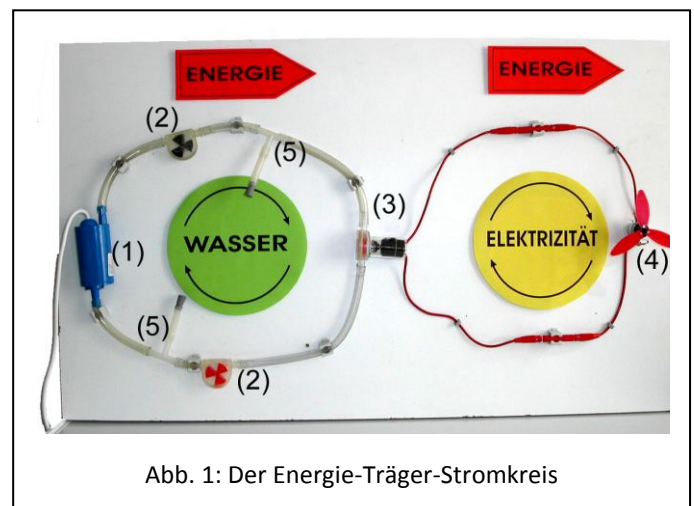

Abb. 1: Der Energie-Träger-Stromkreis
Energie strömt nie allein, bzw. wird nie allein ausgetauscht, sondern immer mit einer zweiten physikalischen Größe zusammen. Diese zweite Größe kennzeichnet die „äußere Erscheinungsform“ des Energietransports. Um die Energie klar von den begleitenden Größen zu unterscheiden, wurde der in Abbildung 1 dargestellte Versuchsaufbau (108.0700) entwickelt, durch den die Schülerinnen und Schüler diesen Unterschied bildhaft erleben können: Eine mit einem Netzgerät verbundene Pumpe (1) treibt Wasser an, das Wasser einen „Wassergenerator“ (3) und dieser einen elektrischer „Lüfter“ (4). Da ein Propeller zum Antrieb Energie benötigt, kann der „Weg“ der Energie zurückverfolgt werden: sie kommt vom „Wassergenerator“, von der Pumpe, vom Netzgerät bzw. von einem Kraftwerk,.... Die Energie ist das, was durch alle Stationen hindurch geht. Dies wird durch die Energiepfeile symbolisiert (Abb. 2). Auf diese Weise wird der „Erhaltungsaspekt“ der Energie betont. Das Wasser und die Elektrizität nehmen dagegen *andere Wege*: sie strömen im Kreis. Deshalb werden zwischen Pumpe und Turbine *zwei* Schläuche, zwischen Generator und Lüfter *zwei* Kabel benötigt. Dass die Energie und die zweite am Energietransport beteiligte physikalische Größe *unterschiedliche Wege* nehmen, ist ein entscheidendes Kriterium, durch das wir die Energie von den sie begleitenden Größen unterscheiden können. Die Tatsache, dass Energie nie alleine strömen kann, sondern immer zusammen mit einer zweiten Größe strömen muss, können wir durch
Fragen wie: „Worin unterscheidet sich eigentlich das Wasser in Abbildung 1 vor und nach dem Wassergenerator?“ „Worin unterscheidet sich die Elektrizität vor und nach dem Lüfter?“ führen zu den Begriffen „Druck  $p$ “ und „elektrisches Potenzial  $\varphi$ “. Beide physikalische Größen haben eine analoge Bedeutung: sie geben an, wie viel Energie von dem jeweiligen Energieträger transportiert wird. Ihre Differenz  $\Delta p$  bzw.  $\Delta\varphi$  gibt an, wie viel Energie in einem System vom Wasser bzw. von der Elektrizität aufgeladen, bzw. abgeladen wird. In der angegebenen Literatur wird ausführlich dargelegt, wie diese im Anfängerunterricht bildhaft eingeführten Konzepte im weiterführenden Unterricht immer weiter geschärft und präzisiert werden können. In Abbildung 3 und 4 ist das Energie-Träger-Konzept übersichtsartig zusammengefasst.